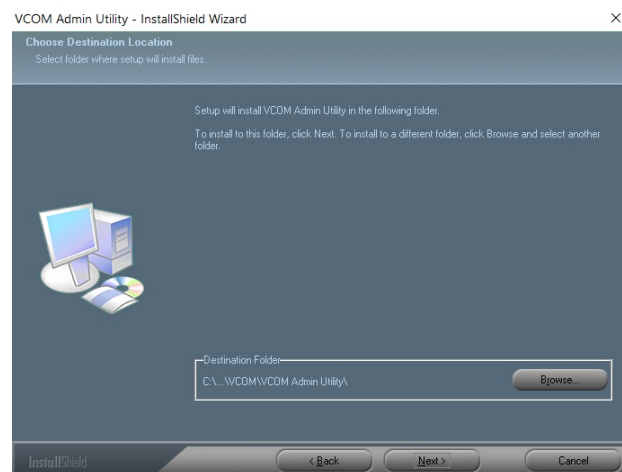

Figura 5-1-2:Ubicación de instalación
2. Haga clic en Siguiente para aceptar la ruta de instalación sugerida, o haga clic en Examinar para seleccionar una ubicación diferente como se muestra en Figura 5-1-2.